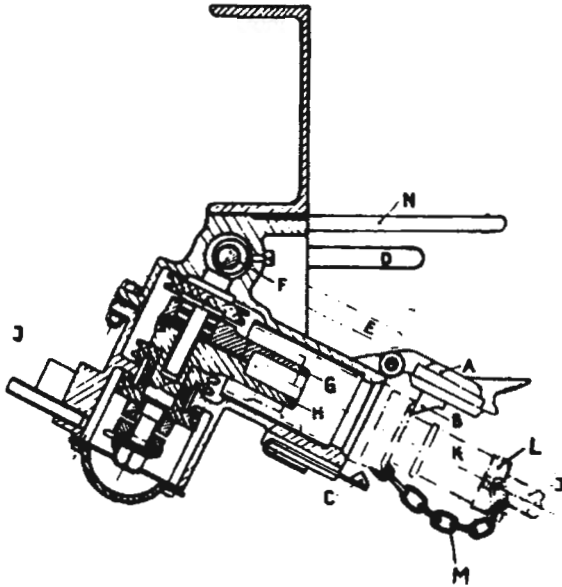

Fig. 5. Togvarmekontakt
Tilkopling av koplingskabler foretas således: Se fig. 5 og 6.
Merknad til fig. 5. Utenlandske vogner kan ha låsbare forriglingsanordninger på togvarmekontakten. Disse forriglingsanordninger skal være opplåst før vognene kommer til Norge og skal ikke brukes her. For alle tilfelles skyld skal det finnes spesialnøkler for opplåsing av disse kontaktene. Sikkerhetskjettingen skal alltid brukes. Sikkerhetskjettingens festering (L) skal være plassert så langt tilbake på stikkerhåndtaket at stikkeren, selv om den faller ut av sitt feste i blindkoplingen, blir hengende med hylsen inne i blindkoplingen så at spenningsførende deler ikke kan berøres.